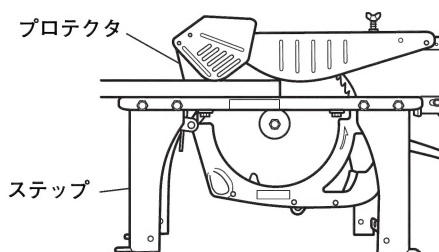

図 11
- 接触予防装置(保護カバー)の前にプロテクタ(図11)があります。のこ刃が回転しているときは、絶対に手などをプロテクタより中に入れないでください。